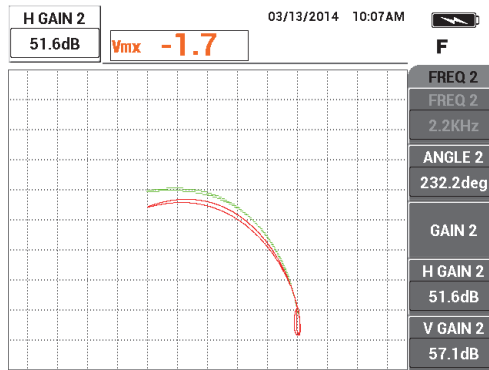

Abbildung 5-124 Einstellen der horizontalen Signalamplitude von FREQ 2
15. Drücken Sie zweimal die Direktzugriffstaste GAIN (**dB**) und verringern Sie die horizontale Signalamplitude von Frequenz 2 (rot) bis sie exakt 5 Skalenteile vom Nullpunkt entfernt liegt (auf der linken Seite) [siehe Abbildung 5-124 auf Seite 231].